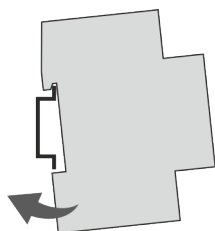

Fig. 4: Montering på DIN-skinne
1. Sæt kanaludvidelsen i oppefra på DIN-skinnen (Fig. 4), og tryk den bagud, indtil den klikker på plads.